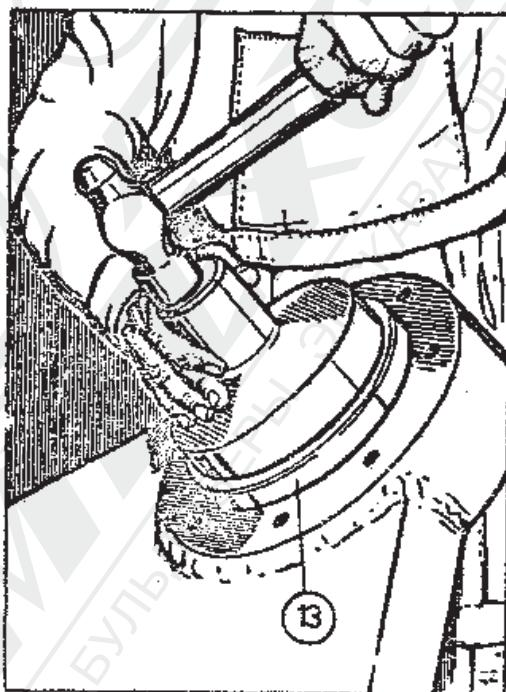

Рис. 3-5. Запрессовывание конических
8. Вдавить конический роликоподшипник 30224 /поз. 13/ в корпус с помощью стержня /рис. 3-5/.